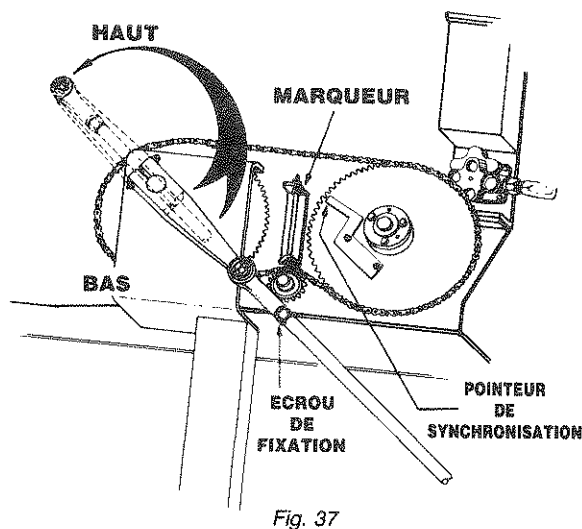

Fig. 37
5. Positionner le support d'aiguilles au point mort. Se servir du contrôle manuel Fig. 37.